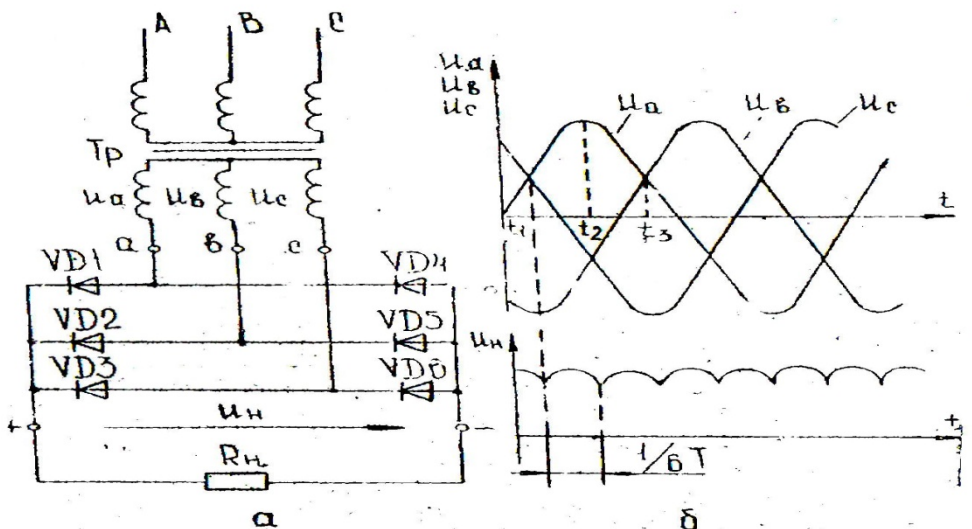

Рис. 5.3. Схема (а) и временные диаграммы напряжения мостового трехфазного выпрямителя
**3. Схема мостового трёхфазного выпрямителя** приведена на рис. 5.3.а.